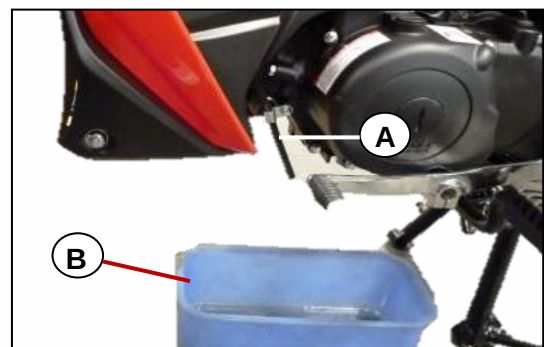

Fig. 8.1
- Posicione un recipiente y limpio **[B]** a la salida de la manguera del desfogue del carburador **[A]** para drenar el combustible **Fig. 8.1**